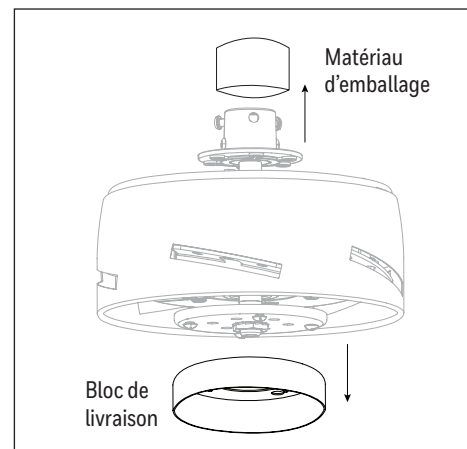

Figure 2.3
3. Retirez et jetez le matériau d'emballage orange du raccord de l'ensemble moteur. Ensuite, desserrez les quatre vis de plaque de luminaire préassemblées à la plaque du dispositif de fixation. Ensuite, tournez le bloc de livraison orange dans le sens contraire des aiguilles d'une montre, retirez-le, puis jetez-le (Figure 2.3).